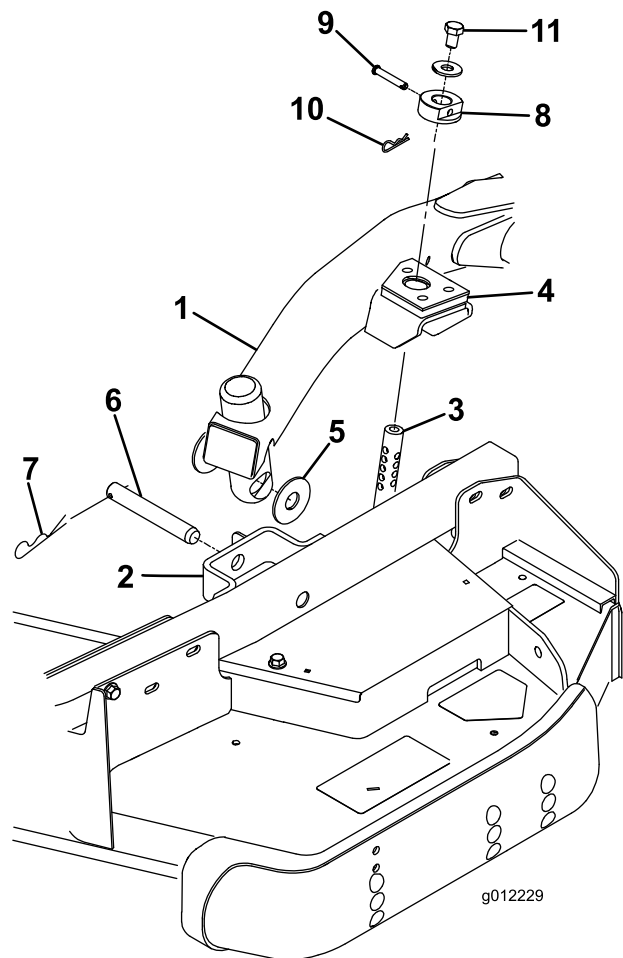

Bild 23
4. Stellen Sie den Hubhebel auf die SCHWEBEN-Stellung. Drücken Sie einen Hubarm nach unten, bis die Löcher im Hubarm mit den Löchern in der Laufradarmhalterung ausgefluchtet sind, und die Schnitthöhenstange in die Hubarmpolster eingesetzt werden kann (Bild 23).
5. Befestigen Sie den Hubarm mit zwei Druckscheiben, einem Lastösenbolzen und einem Splint am Laufradarm. Setzen Sie die Druckscheiben zwischen den Hubarm und die Halterung des Laufradarms (Bild 23) und setzen Sie das Ende des Splints in den Schlitz in der Nase des Laufradarms ein, um den Splint zu befestigen.
9. Befestigen Sie die Schnitthöhenstellringe an den Schnitthöhenstangen und befestigen sie mit den Lastösenbolzen und den Splints (**Bild 23**).
10. Setzen Sie oben auf jeder Schnitthöhenstange eine Schraube ($\frac{1}{2}$ " x $\frac{3}{4}$ ") und eine Scheibe ein (**Bild 23**).